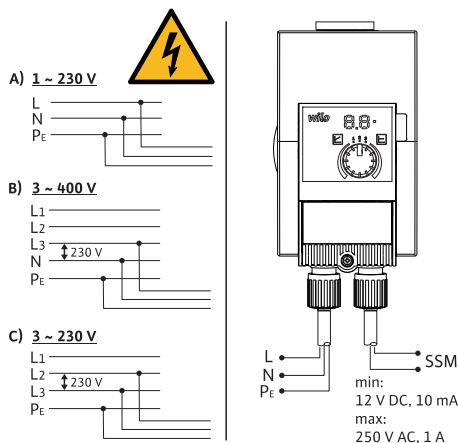

Fig. 17: Anschlussmöglichkeiten
- An 230 V Niederspannungsnetze anschließen. Bei Anschluss an IT-Netze (Isolet Terre Netzform) unbedingt sicherstellen, dass die Spannung zwischen den Außenleitern (L1-L2, L2-L3, L3-L1 → Fig. 17 C) 230V nicht überschreitet. Im Fehlerfall (Erdschluss) darf die Spannung zwischen Außenleiter und PE 230V nicht überschreiten.